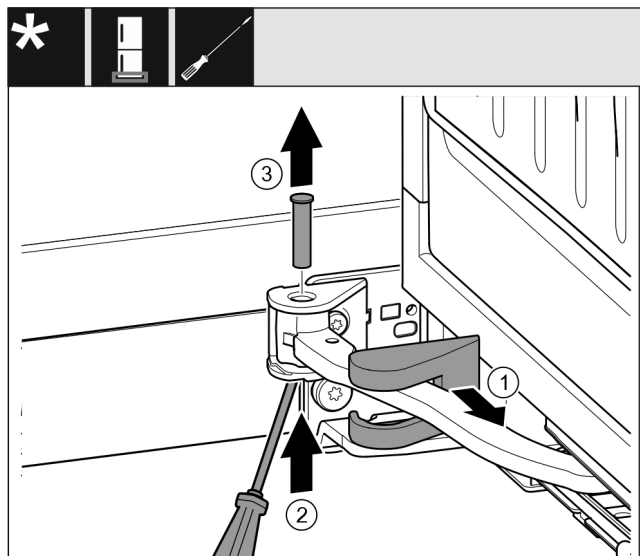

Fig. 13
- ▶ Lagerbockabdeckung abziehen und entlang des Gelenks verschieben. *Fig. 13 (1)*
- ▶ Bolzen mit Finger oder Schraubendreher von unten anheben. *Fig. 13 (2)*
- ▶ Mit Schraubendreher unter den Bolzenkopf fahren und herausziehen. *Fig. 13 (3)*